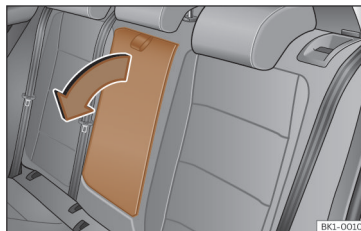

Fig. 75 Accoudoir central arrière rabattable (représentation schématique).
- Pour *abaisser* l'accoudoir, tirez sur la boucle dans le sens de la flèche >>> fig. 75.